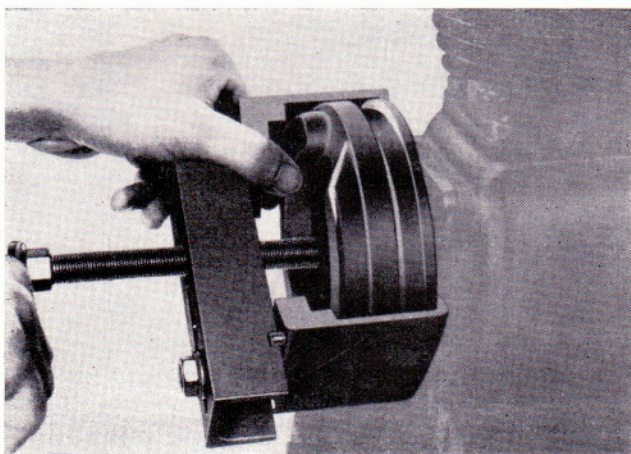

Bild 140
- Keilriemenscheibe mit Abzieher 27 95233 008 abziehen (Bild 140).